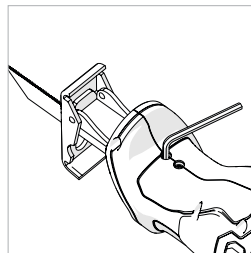

Abb. 4
1) Lösen Sie die 2 Gewindestifte unter dem vorderen Griff. (Abb. 4)